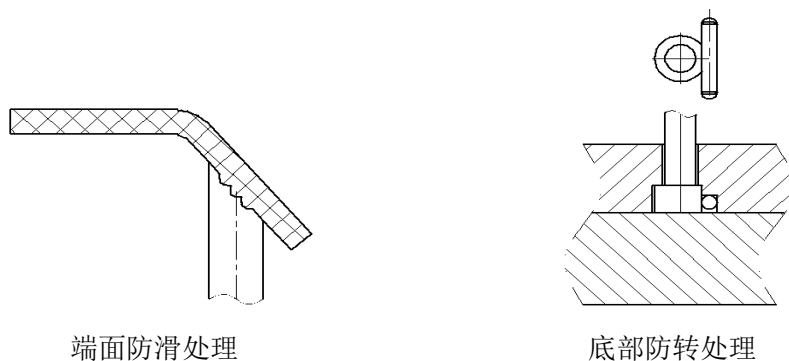

图 7-3
- (1) 推杆尽量排布在顶出力_____的地方。如产品的拐角处, _____部位等。
- (2) 优先选用同一规格的推杆, 优先选用_____推杆, 优先将推杆排在_____直线上。
- (3) 优先将顶针排在平面上, 如果只能排在_____时, 则顶针端面应做防滑处理, 底部应做防转。如图 7-3 所示: